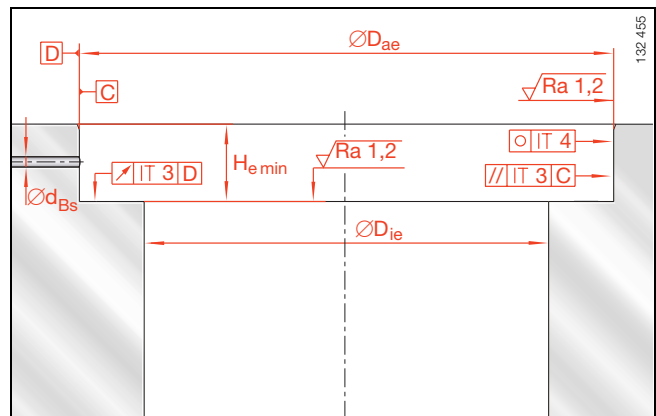

Bild 7 · Ausführung des Gehäuses
- für die Sitz- und Auflageflächen im Gehäuse ist eine Genauigkeit nach Bild 7 erforderlich